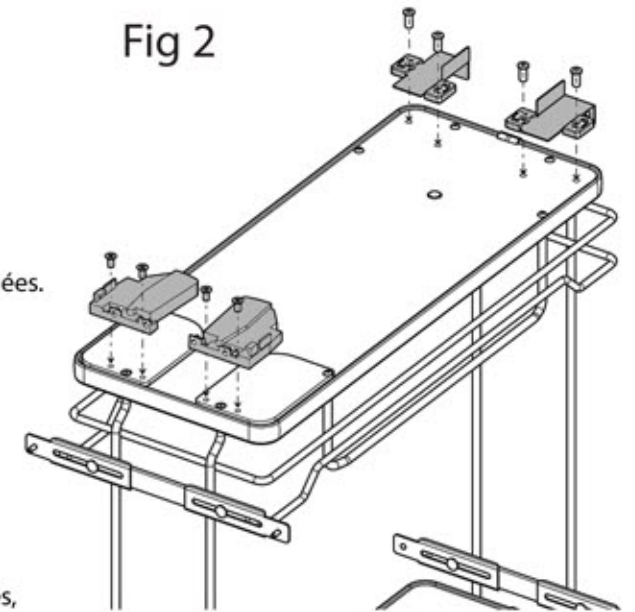
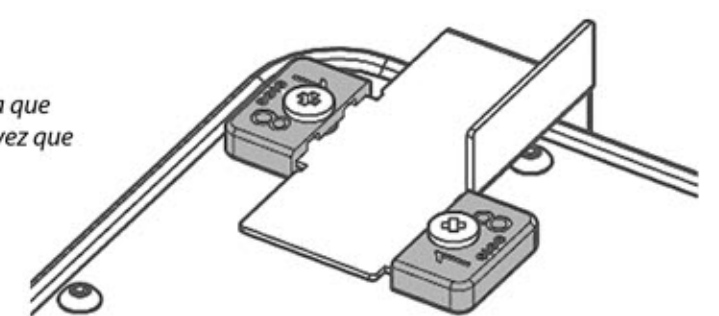

Fig 3
Fig 3a
- 4) Assemble the release levers and the rear slide catch (See Fig 3). (Note: Be sure that the rear slide catch is assembly in the right position, when it is installed you have to see the plastic part with number 18(See Fig 3a))
- 4) **Ensamblar las palancas de lanzamiento y los pestillos de freno para guías (Véase Fig.3) (Nota: Asegure que los pestillos de freno estén ensamblados en la posición correcta, cuando están bien instalados tendría que verse en la parte de plástico el numero 18 (Vease Fig.3a))**
Assemble les clips pour coulisses antérieures et les butées arrière. (Voir Fig. 3) (Notez: s'assurer que les butées arrière sont correctement positionnés, après le montage, on doit voir la partie en plastique avec le numéro 18(Voir Fig.3a))